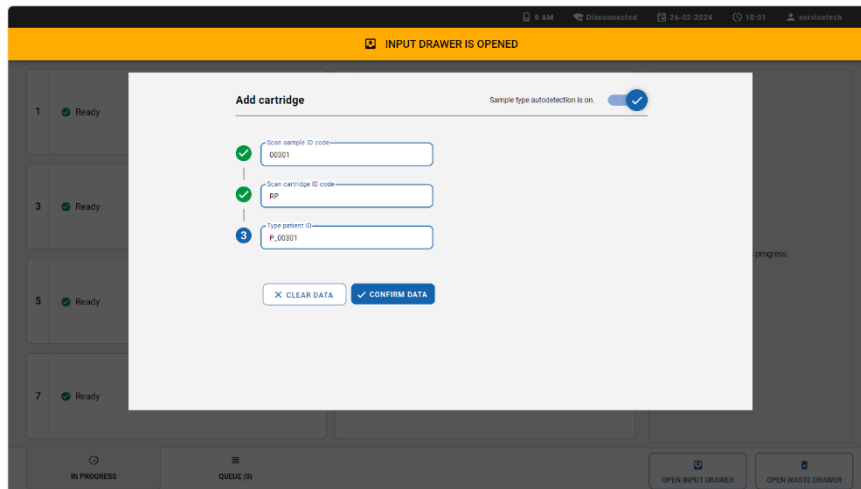

Abbildung 17. Patienten-ID eingeben und dann den Datenbildschirm bestätigen.
4. Geben Sie die Patienten-ID ein und drücken Sie die Schaltfläche **CONFIRM DATA** (DATEN BESTÄTIGEN) (Abbildung 17).